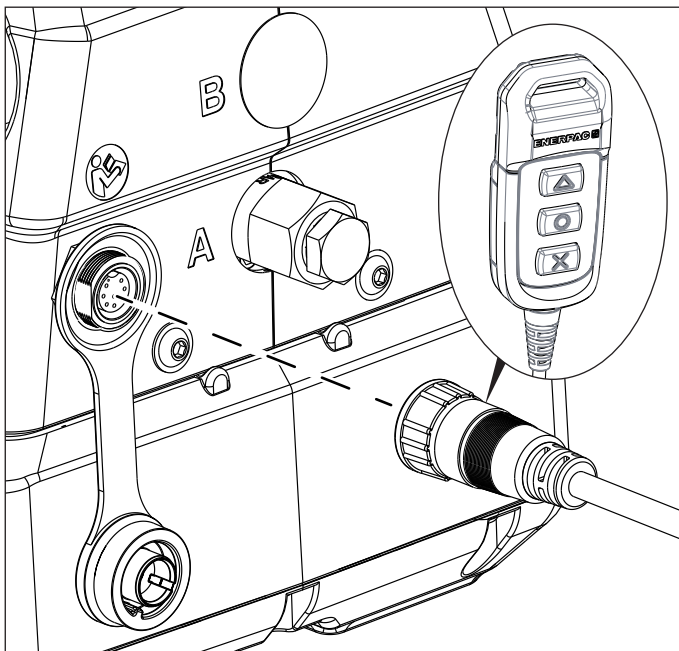

図5：リモートペンダントの接続
1. ポンプ前部のコネクタからダストキャップを外し、ペンダントケーブルを接続します。図5を参照してください。